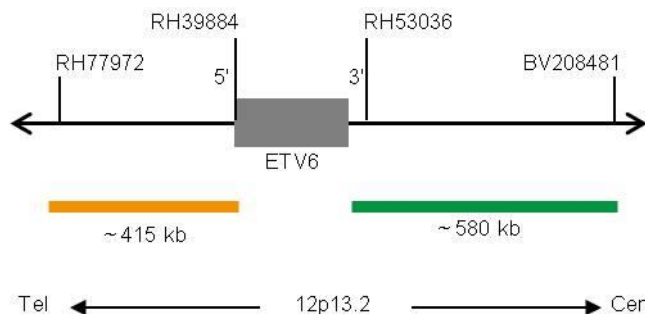

Fig. 1: SPEC ETV6 Mapa de la sonda (no está a escala)
- Polinucleótidos marcados en verde (excitación a 503 nm/emisión a 528 nm) ZyGreen (~10,0 ng/μl), dirigidos a secuencias localizadas en 12p13.2* (chr12:12,054,737-12,634,328) proximales a la región del punto de ruptura de ETV6 (ver Fig. 1).
- Polinucleótidos marcados en naranja (excitación a 547 nm/emisión a 572 nm) ZyOrange (~4,5 ng/μl), dirigidos a secuencias localizadas en 12p13.2* (chr12:11,393,774-11,808,608) distales a la región del punto de ruptura de ETV6 (ver Fig. 1).